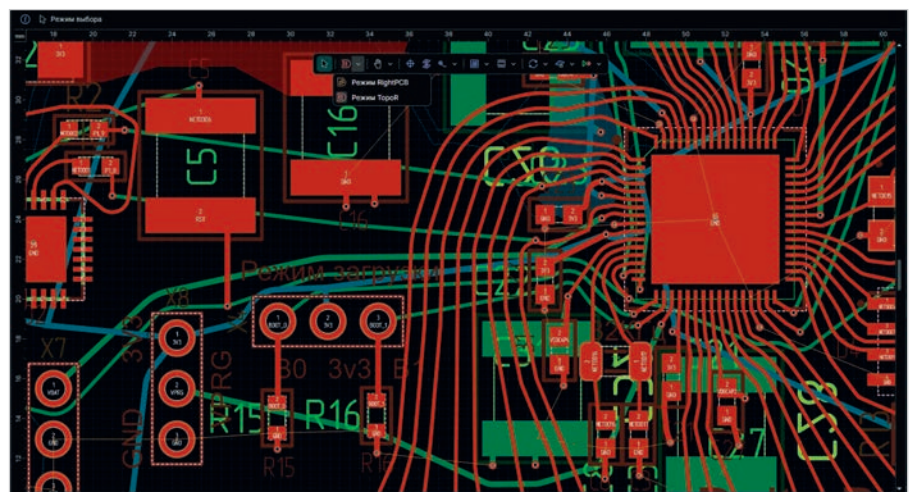

Рис. 3. Пример «классической» топологической трассировки под произвольным углом
- ТороR – по праву считается одним из символов доступного и эффективного трассировщика для радиолюбителей и инженеров-разработчиков. Ключевое преимущество инструмента – кардинальное снижение трудозатрат на проектирование топологии печатных плат. Он использует топологический подход (рис. 3), не ограничиваясь ортогональными направлениями, что позволяет находить оптимальные пути для сложных разводок, что особенно полезно в плотных проектах. ТороR интуитивно понятен специалисту и берёт на себя всю рутинную работу, и это позволяет инженеру сосредоточиться на творческой части процесса – создании оптимальной и надёжной электрической схемы,